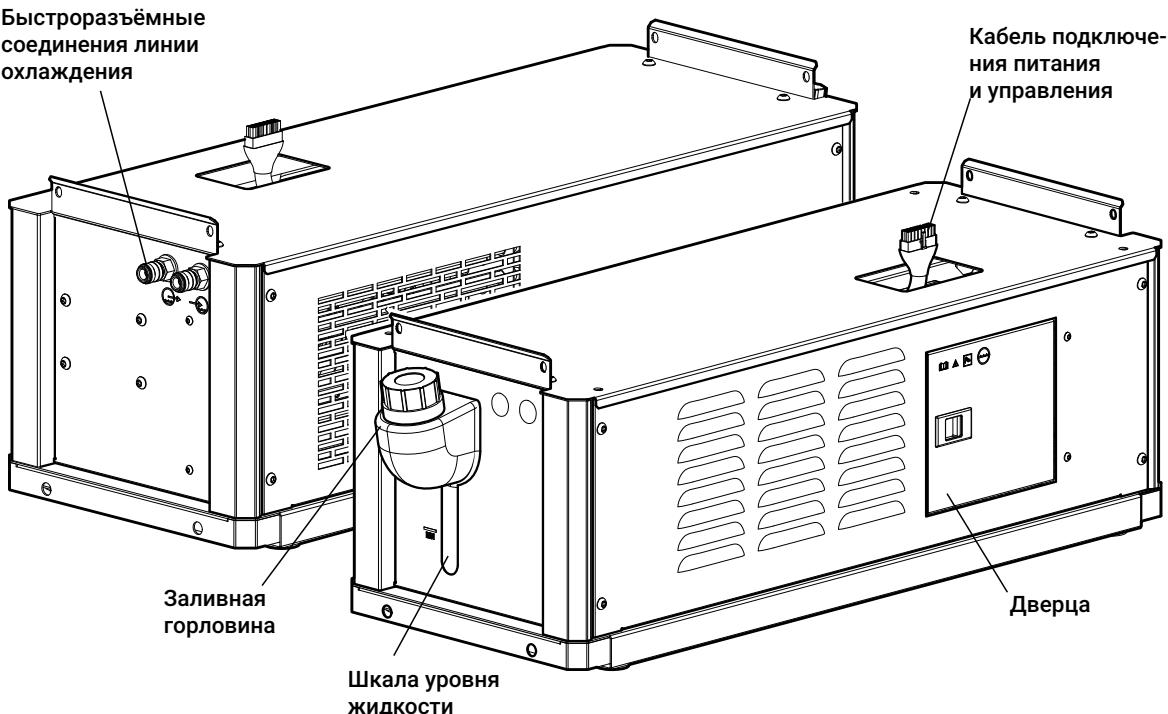

Рис. 3 – Общий вид БЖО
БЖО – устройство с адаптивным режимом работы, которое оптимизирует свою производительность в зависимости от температуры охлаждающей жидкости, её уровня и длины рукава сварочной горелки. Общий вид БЖО приведен на Рис. 3.
- 3 Приподнять корпус БЖО со стороны заливной горловины бака (рис.3) на 15–30% градусов и выдержать в таком положении 5–10 секунд, обеспечив, вытеснение охлаждающей жидкостью воздуха, находящегося в патрубке, соединяющем бак БЖО с насосом.
Технический рукав для слива жидкости представляет из себя отрезок рукава от полуметра с одной стороны обжатой ответной частью быстроразъёмного соединения, установленных на БЖО (Рис. 3).